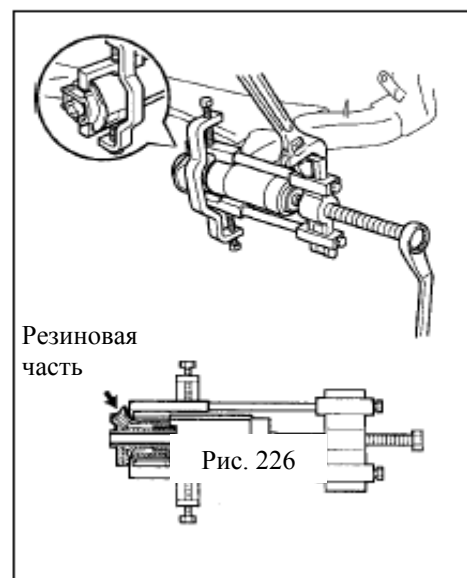

Рис. 226
- Не деформируйте плечи втулки(рис. 226)